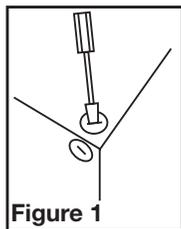

Figure 1
3. Select the most convenient electrical knockout and remove using a straight-blade screw driver (Figure 1).
2. Choisir un emplacement pour votre ventilateur. Pour garantir la meilleure qualité d'air et performance acoustique, il est recommandé que la longueur de la canalisation et le nombre de coudes soient réduits au minimum, que le rayon de chaque coude soit aussi grand que possible pour l'installation, et que des conduits rigides isolés soient utilisés. Ce ventilateur nécessitera au moins 20,3cm (8po) de dégagement dans le plafond ou le mur, et s'installe au travers de cloison sèche d'une épaisseur de jusqu'à 1,9cm(3/4po). Le ventilateur s'installe entre 40,6cm ou 61 cm (16po ou 24po) au centre des solives à l'aide des quatre (4) traverses de montage incluses.
3. Sélectionner l'alvéole défonçable la mieux appropriée et l'enlever à l'aide d'un tournevis à lame plate (Figure 1).